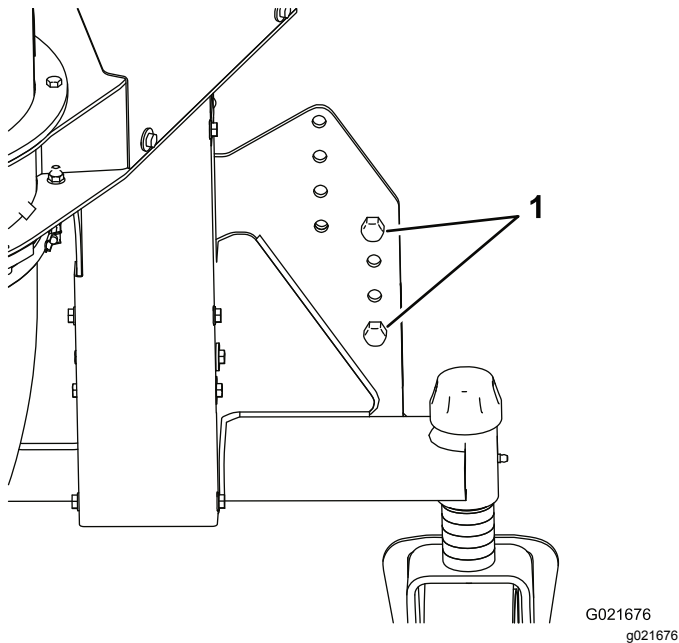

図 7
9. クレーンを脇にずらし、ストラップで吊った状態でキャスタホイールが床面に接触するまでブローを下降させる 図 7。